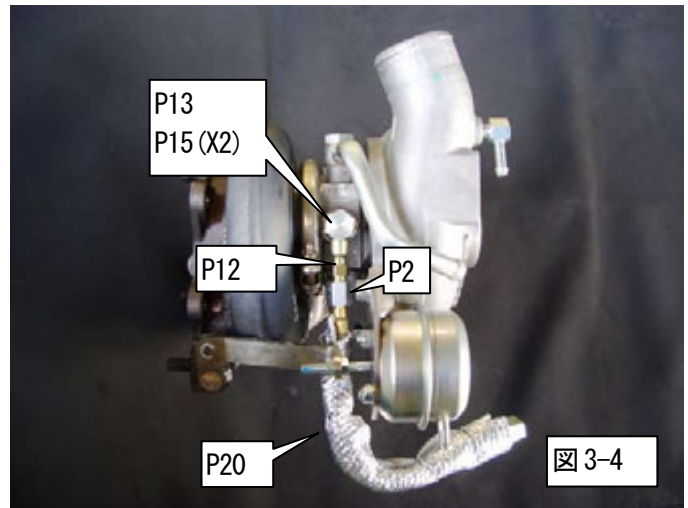

図 3-4
(図 3-4)
(8) オイルインレットホースにサーモテープを巻いて遮熱してください。(図 3-4)